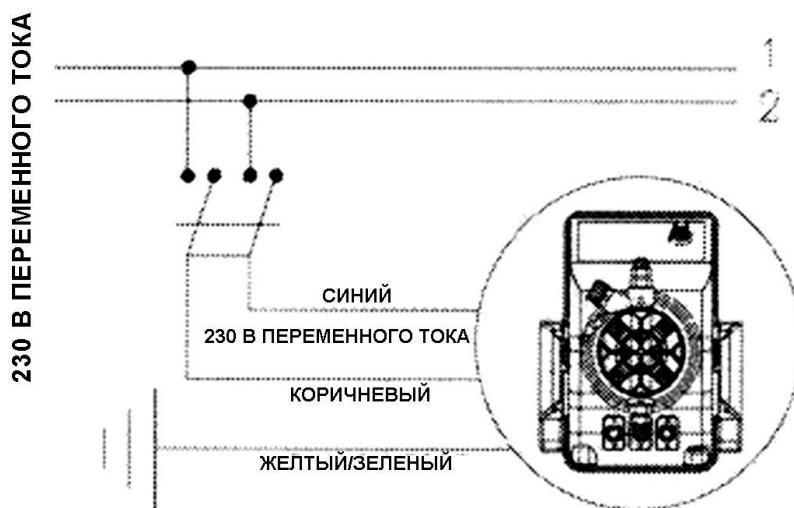
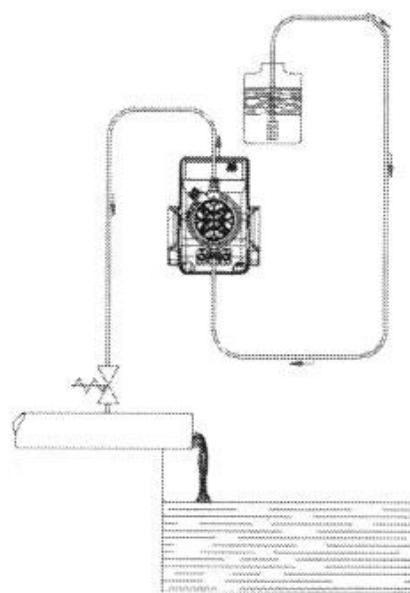

Рис. 4
Рис. 6
1. *Отсоедините вилку сетевого шнура от электрической розетки или отсоедините насос от линии питания с помощью двухполюсного выключателя, расстояние между разомкнутыми контактами в котором составляет не менее 3 мм (рис. 4).*
1. Отсоедините вилку сетевого шнура от электрической розетки или отсоедините насос от линии питания с помощью двухполюсного выключателя, расстояние между разомкнутыми контактами в котором составляет не менее 3 мм (рис. 4)
- в. - Расположите насос, как показано на рис. 4. Помните о том, что насос может располагаться как выше, так и ниже уровня жидкости в резервуаре с дозируемой жидкостью, но при этом разность уровней жидкости в насосе и в резервуаре не должна превышать 2 м. Если установка обработки воды, в которой используется насос, работает при атмосферном давлении (нет противодавления), и бак с химическим реагентом находится выше уровня установки (рис. 6), то необходимо регулярно проверять состояние инжекционного клапана, так как в этом случае износ инжекционного клапана может привести к перетеканию химического реагента в воду даже при выключенном насосе. Если возникнет такая проблема, установите между инжекционным клапаном